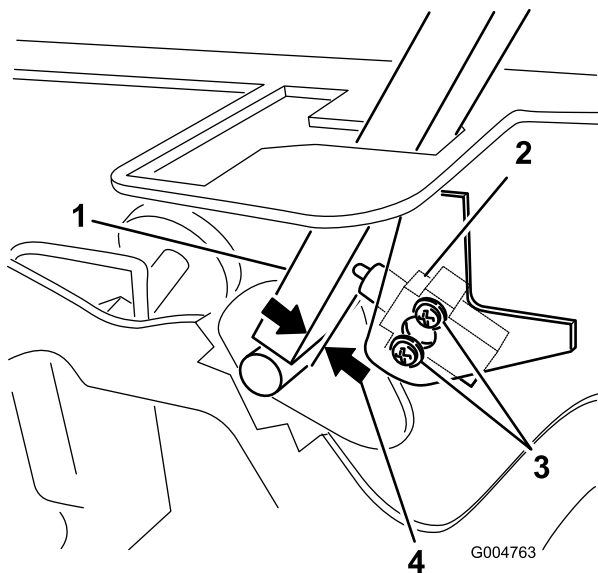

Figura 47
3. Afloje los 2 tornillos que fijan el interruptor de seguridad (Figura 47).
4. Sujetando la palanca de control contra el bastidor, mueva el interruptor hacia la palanca hasta que la distancia entre la palanca y el cuerpo del interruptor sea de 0,4 a 1 mm, tal y como se muestra en la Figura 47.